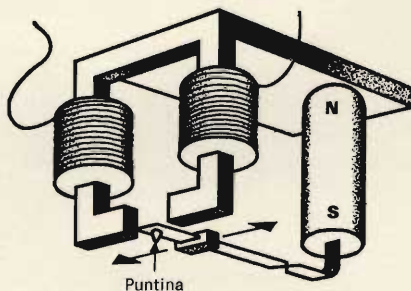

Fig. 9 - Funzionamento di una cartuccia a riluttanza variabile.
- Le cartucce a riluttanza variabile, invece, sono costituite da una lamina magnetica, solidale alla puntina di lettura, che si muove nell'intraferro di un circuito elettromagnetico - fig. 9.